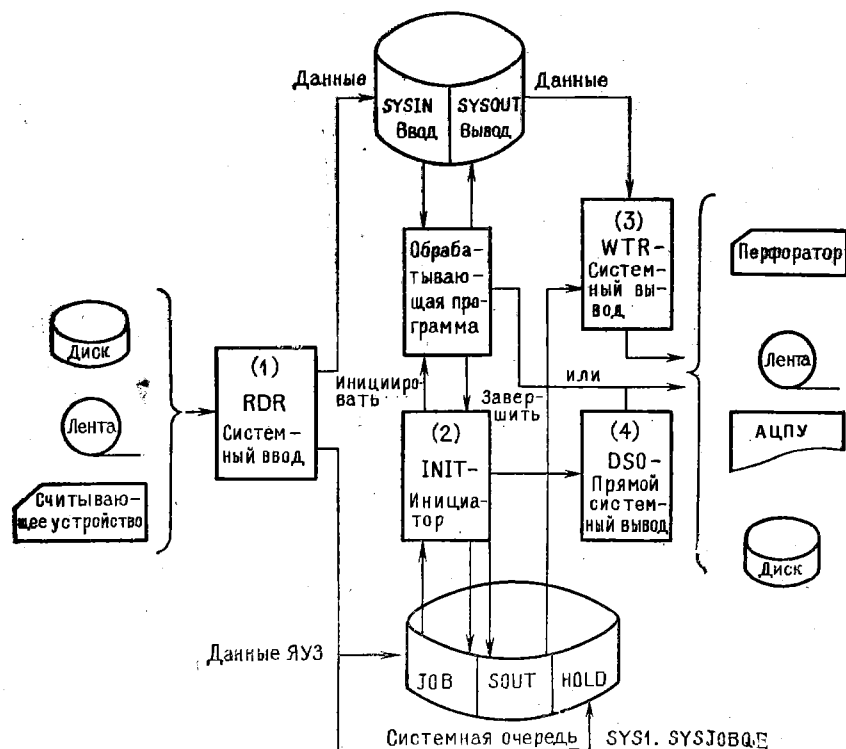

Рис. 6.1.
На рис. 6.1 показан порядок обработки заданий системными программами, если задания поступают во входном потоке. Программа системного ввода RDR(1) обеспечивает ввод заданий. Она проверяет правильность записи